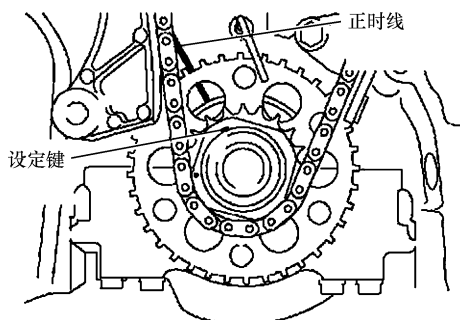

图 22-26 曲轴设定键与气缸体上的正时线对齐
② 用曲轴带轮固定螺栓，沿顺时针方向转动曲轴，使曲轴设定键与气缸体上的正时线对齐，从而使1缸设置到压缩行程上止点位置，如图22-26所示。